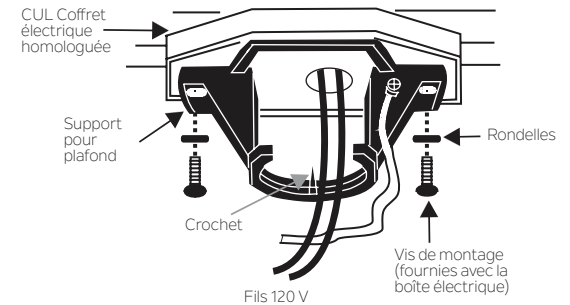

Fig. 6
Étape 3. Faites passer les fils d'alimentation de 120 V de la boîte à prises du plafond par le centre du support de fixation au plafond. (Fig.6)
Étape 4. Fixez le support de montage au plafond à la boîte à prises en utilisant les vis et les rondelles fournies avec la boîte à prises. (Fig. 6)